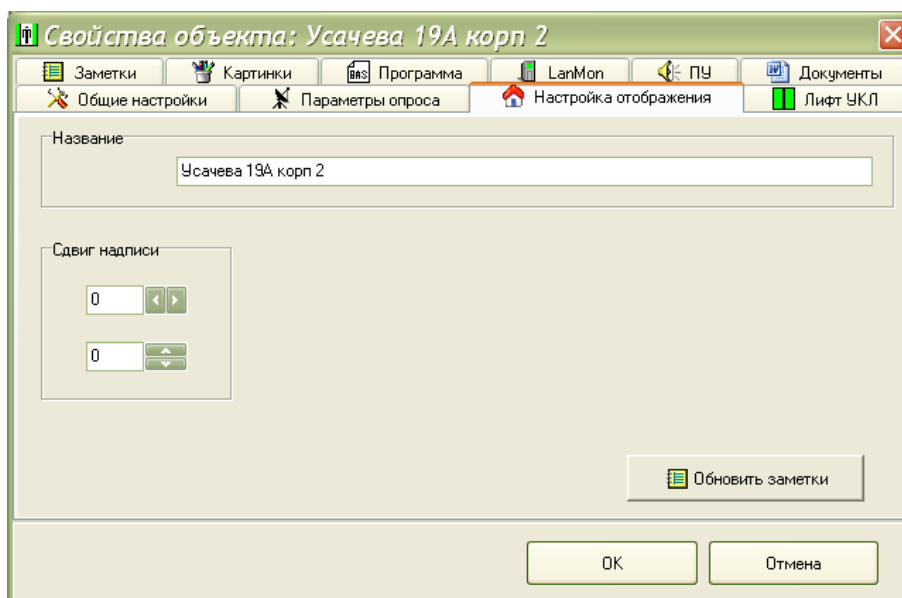

Рисунок 19
4) Ввести название блока на вкладке «Настройка отображения» в поле «Название» (рисунок 19). В качестве названия рекомендуется использовать адрес дома и номер подъезда без использования знаков «точка», «запятая» и «слэш». Задать подходящий сдвиг надписи. Всем лифтам УКЛ, находящимся в одном машинном помещении и подсоединенным к одному блоку БДК-Л-4М2-УКЛ следует назначить одинаковый адрес.